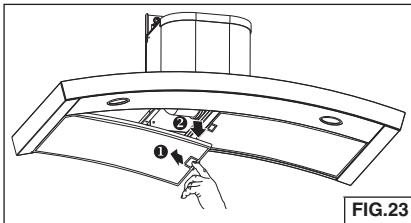

FIG.23
1. Para quitar el filtro de GRASA, estire hacia abajo la lengüeta de cierre para desacoplar el filtro de la campana. Incline el filtro hacia abajo y quitelo. Fig. 23.
1. Para quitar el filtro de CARBÓN, sujeté y empuje la pestaña del filtro hacia la parte de atrás de la campana. Estire el filtro hacia abajo para desacoplar las pestañas posteriores del filtro. Fig. 23.